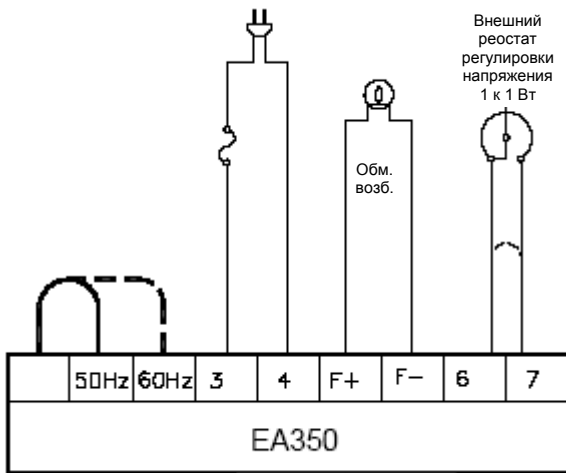

Рисунок 4 Схема рабочего теста
1. Подключить аналоговое устройство управления напряжением, как указано в схеме рабочего теста на рисунке 8. Не включать питание. Убедиться, что лампы накаливания имеют номинальное напряжение 120 вольт и мощность менее 100 ватт. Рисунок 4. Схема рабочего теста.